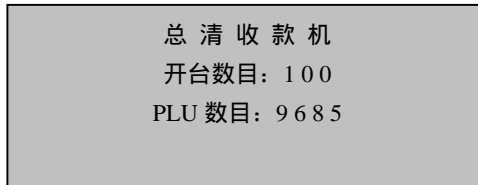

图 3-43
- 3) 运用数字输入操作，输入开台倍数为“2”（即 100 个台），如图 3-43 所示；